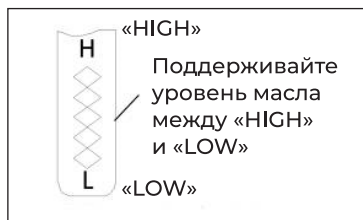

Рис. 32
4. Выкрутите масляный щуп из маслозаливной горловины. Отметьте уровень масла. Если уровень масла на масляном щупе ниже отметки «LOW» («НИЗКИЙ»), аккуратно долейте масло до отметки «HIGH» («ВЫСОКИЙ») (рис. 32).